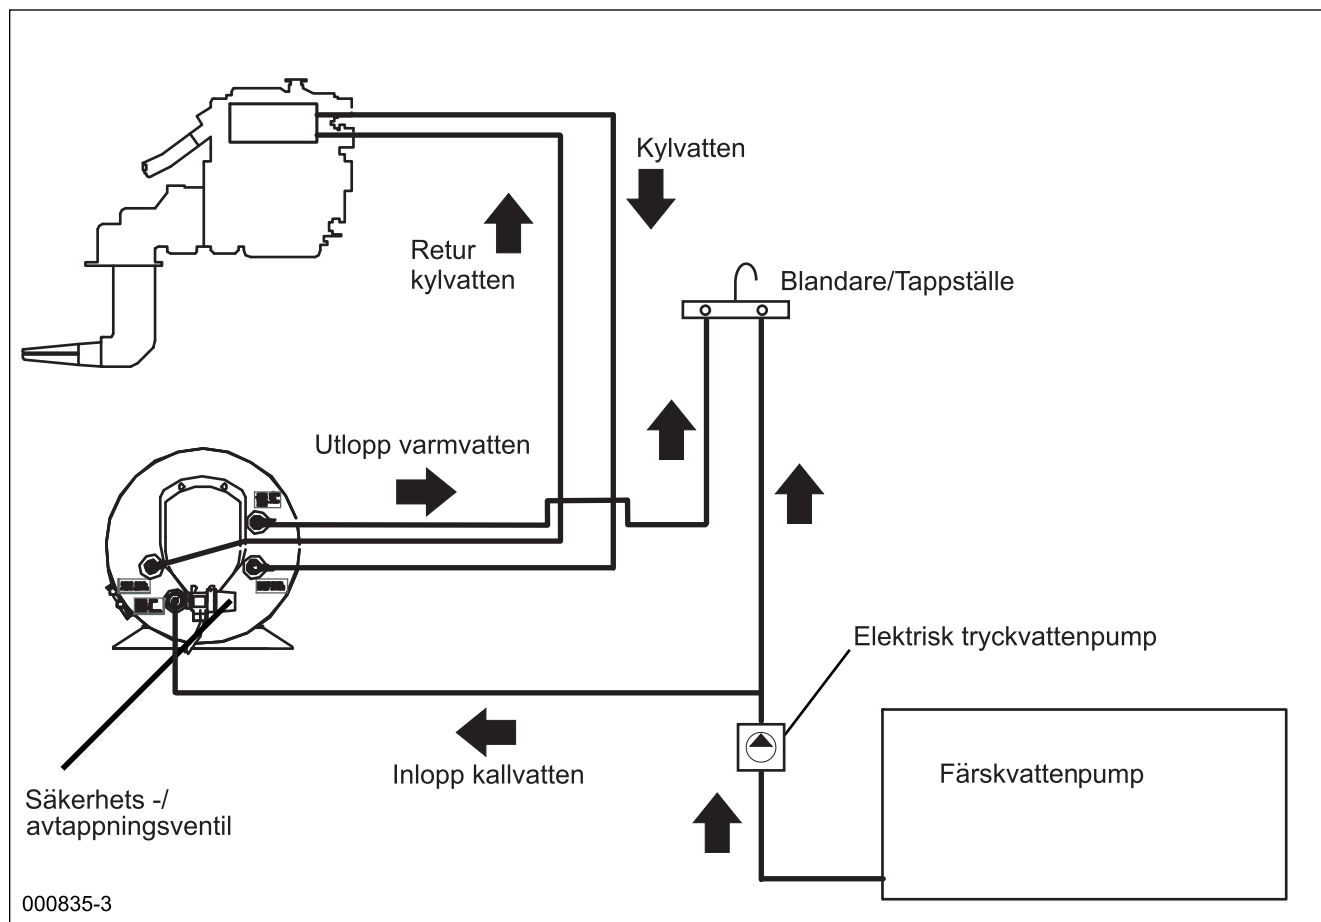

Fig. 1
Varmvattenberedaren kan monteras var som helst i båten så länge den sitter monterad så att motorvattenslingan inte hamnar över nivån på motors expansionskärl. (Fig. 1). Det är en fördel att hålla slangarna mellan motorn och beredaren så korta som möjligt för lägsta värmeförlust och minsta strömingsmotstånd. Varmvattenberedarens värmeväxlare kan anslutas antingen parallellt eller i serie med motors kylvattenkrets. Valet avgörs av hur motortillverkaren anger att beredaren ska anslutas.
4.3 Motoranslutningar (se anslutningsschema, fig. 1):
4.4 Anslutning färskvatten (se anslutnings-schema, fig 1):